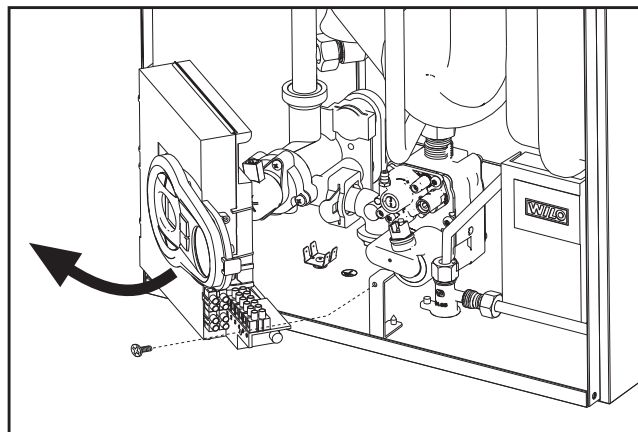

fig. 22
2. Desenrosque el tornillo y gire el panel de mandos (fig. 22).